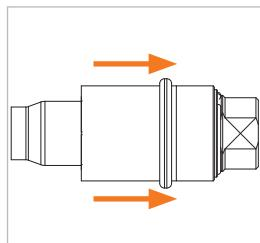

Figure 8
- ▶ Tirez le manchon (Pos. 1) en arrière (*Figure 8*). La connexion au flexible est ainsi desserrée et le connecteur peut être retiré en position droite par l'arrière.